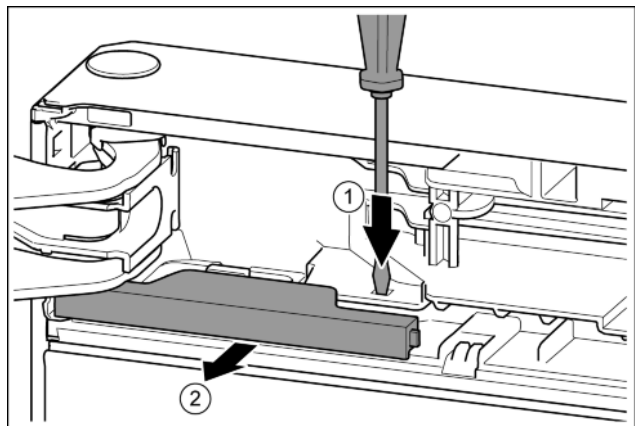

Fig. 9
- ▶ Нажать накладку шлицевой отвёрткой. Fig. 9 (1)
- ▶ Вынуть крышку из зацепления. Fig. 9 (2)